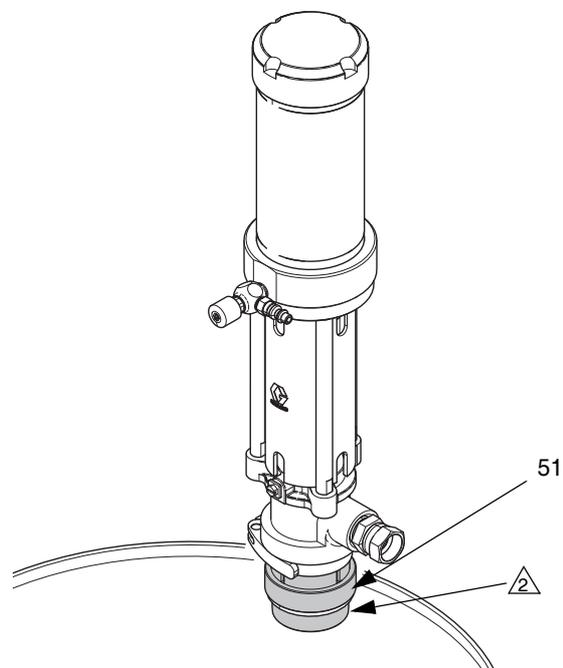

Рис. 7
4. Нанесите смазку на внутреннюю часть переходника втулки и на крепежную резьбу. Проверьте, чтобы прокладка была на месте и крепко ввинтите переходник втулки (51) в отверстие для втулки в барабане. Вставьте насос в переходник и закрепите его. См. Рис. 7.